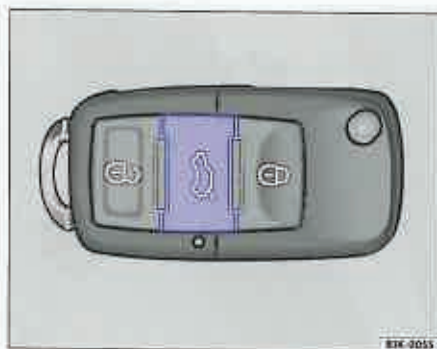

Fig. 31 Telecomanda cu tastă de descuriere pentru hayon.
– Apăsai scurt (mai puțin de o secundă) tasta  ⇒ fig. 31 de pe telecomandă. Hayonul se va descuria. Într-un interval de două minute deschideți hayonul, altfel acesta se va încuia automat din nou.
– Mențineți tasta  ⇒ fig. 31 din telecomandă apăsată cca. două secunde. Hayonul se va deschide câțiva centimetri.